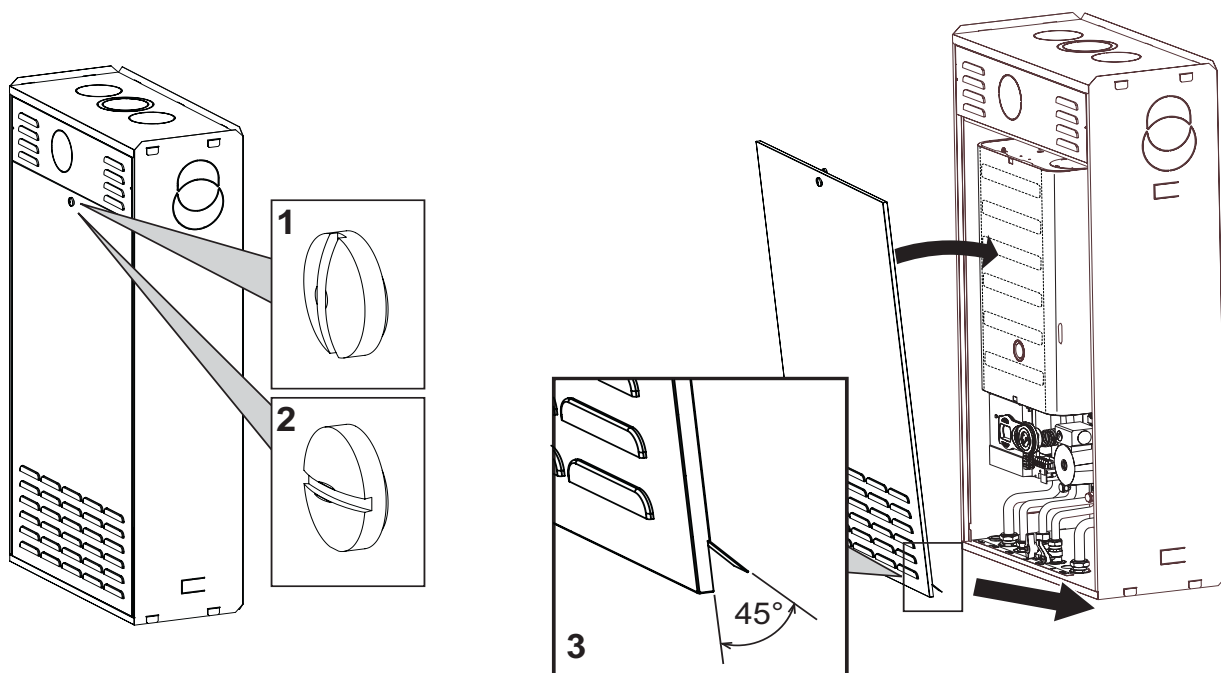

fig. 18 - Apertura e chiusura mantello
- Con una moneta o un cacciavite agire sulla serratura (1 = chiuso - 2 = Aperto - fig. 18).
- Quando si richiude il portellone, verificare che le linguette inferiori siano in posizione corretta (rif. 3 - fig. 18) e si incastrino nelle apposite sedi sull'involucro.